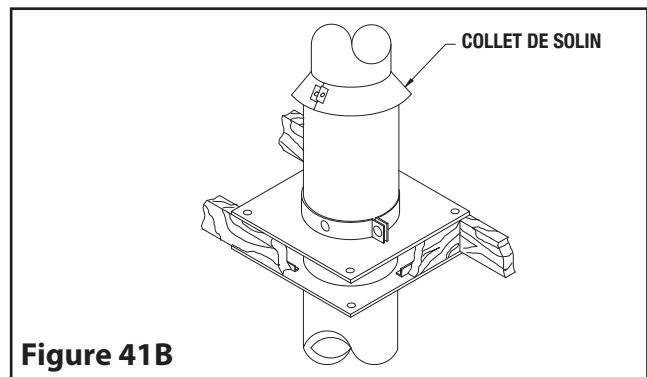

Figure 41B
Étape 15. Si la cheminée n'est pas cloisonnée dans le grenier, un collet d'étanchéité (Inclus avec RSC-3) doit être installé au-dessus du Connecteur Coupe Radiation (RSC-3) pour empêcher tout isolant de tomber dans la zone entre la cheminée et le support. (Voir **Figure 41B**)